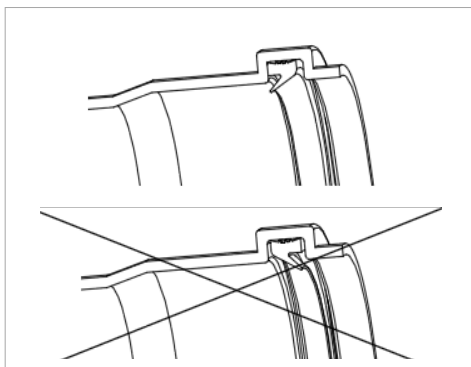

Figure 35 Direction du joint
- Confirmer que le joint est installé dans le sens approprié (voir figure 35).